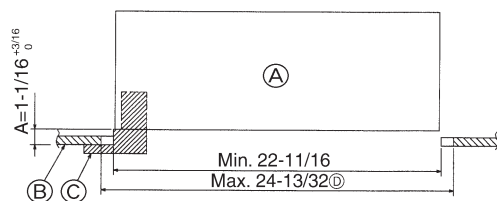
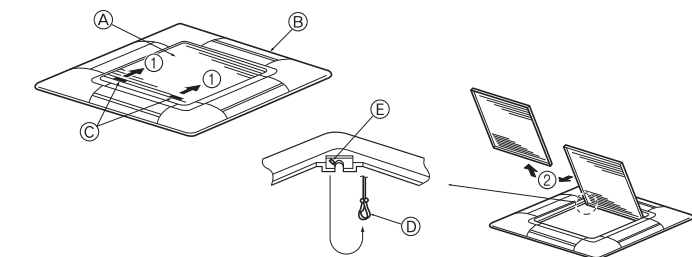
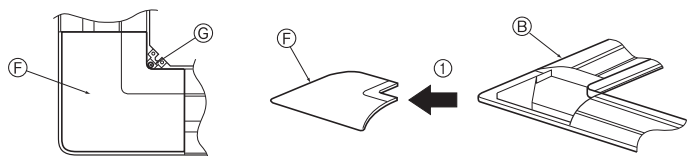

Fig. 7-2
Fig. 7-3
Fig. 7-4
7.2. Préparation avant d'attacher la grille (Fig. 7-2)
- (A) Appareil principal
- (B) Plafond
- (C) Jauge (Accessoire)
- (D) Dimensions de l'ouverture dans le plafond
7.2.1. Retrait de la grille d'admission (Fig. 7-3)
- Pour ouvrir la grille d'admission, faire glisser les leviers dans le sens indiqué par la flèche ①.
- Lorsque la grille se trouve en position "ouverte", retirer la charnière de la grille d'admission comme indiqué par la flèche ②.
7.2.2. Retrait du panneau en coin (Fig. 7-4)
- Retirer la vis du coin du panneau en coin. Faire glisser le panneau comme indiqué par la flèche ① pour le déposer.
- (A) Grille d'admission
- (B) Grille
- (C) Leviers de la grille d'admission
- (D) Crochet de la grille
- (E) Orifice pour le crochet de la grille
- (F) Panneau en coin
- (G) Vis